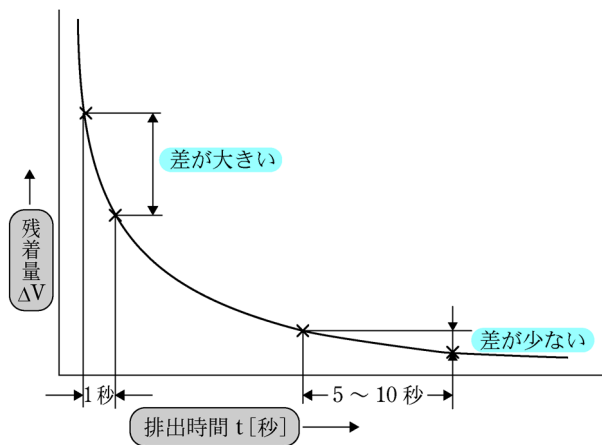

図2 排出時間と残着量の関係3)
- (4)の「自然落下の速度」とは、ピペッターを使わなかった頃に穴を塞いでいた指を離して排出させた速度である。洗浄が完璧であってもピペット内に液が残るのを完全に防ぐことはできない。図2に示すようにゆっくりと排出すると残着量の差を小さくすることができる。ホールピペットはその排出時間がJISで規定されている2)。実際に調べたわけではないが、電動のピペッターはそれを考慮して設計されていると思われる。しかしボタンの押し方で排出量が変わる手動のピペッターの場合、注意が必要である。